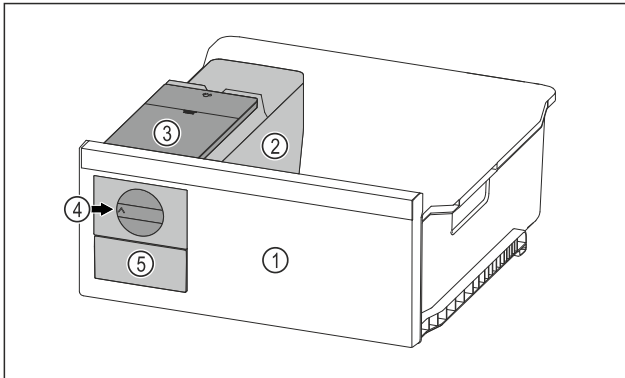

Fig. 80 Voorbeeld
- ▶ Draaiknop Fig. 80 (4) rechtsonder tot aan de aanslag draaien.
▷ Ijsblokjes vallen uit de ijsblokjes-schaal in de ijsblokjeslade Fig. 80 (5).